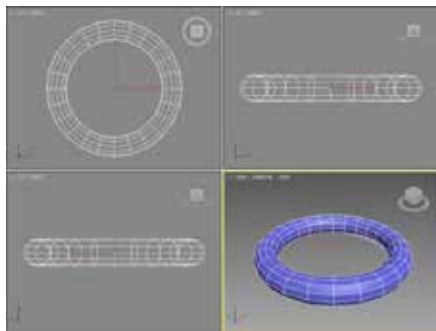

图 2-47 创建圆环
STEP 02 释放鼠标左键，再继续拖动鼠标，定义圆环的半径2大小，单击即可创建圆环，如图2-47所示。